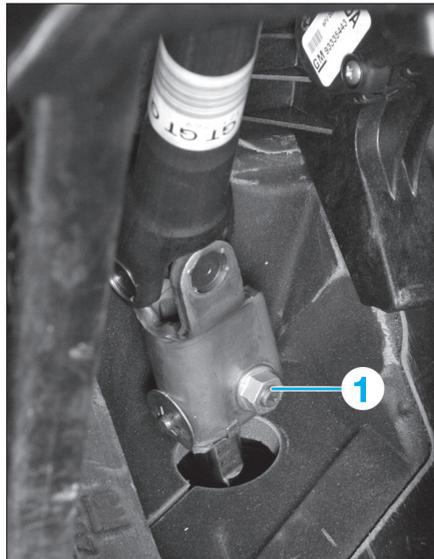

FIG. 5
- Dans l'habitacle, déposer la vis du cardan d'arbre intermédiaire sur le pignon du boîtier de direction (1) (Fig.5).